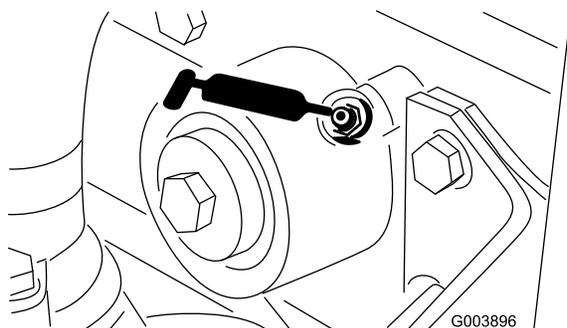

Figura 49
- 1 raccordo sull'albero della ventola (Figura 49).